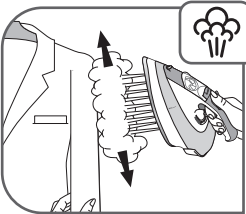

Fig. 15
- Das Kleidungsstück auf einen Kleiderbügel hängen und den Stoff straffen. Da der Dampfstoß sehr heiß ist, dürfen die Kleidungsstücke ausschließlich auf einem Kleiderbügel aufgedämpft werden, niemals direkt auf einer Person – fig.15.
- Drücken Sie immer wieder auf den TURBO Knopf – fig.12 und bewegen Sie das Bügeleisen von oben nach unten – fig.15.